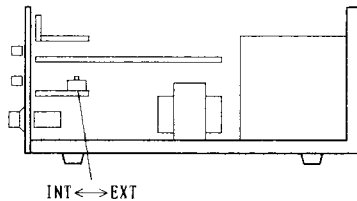

図 1
- (2) 上面カバーを外し図 1 のように基板上的のスライドスイッチを EXT 側に切り換えます。
- (3) 前面パネルの C.V MODE ツマミを右へ回しきっておきます。このツマミはリモートコントロールの状態でも可変します。
- (4) 上面カバーを元通りに取り付けてください。